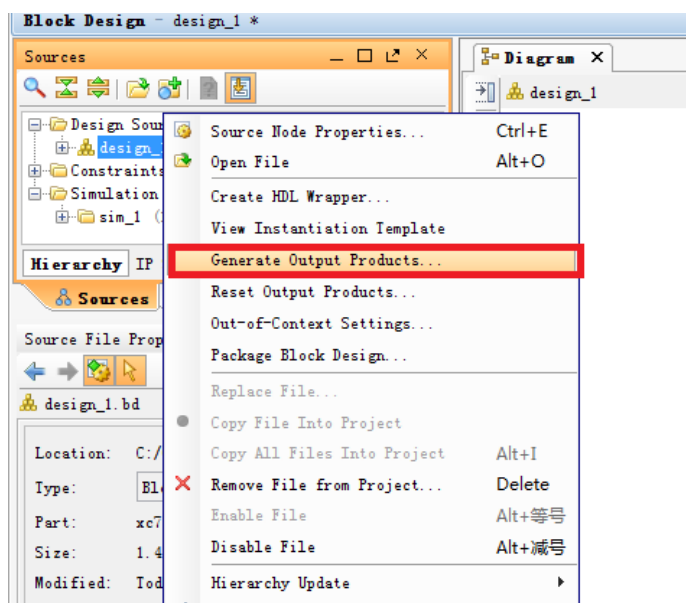

图 2-13 生成顶层文件
9) 完成原理图设计后，生成输出文件。在 Source 界面中右击 design_1，点击鼠标右键，在弹出窗口中选择 Generate Output Products，如图 2-13。